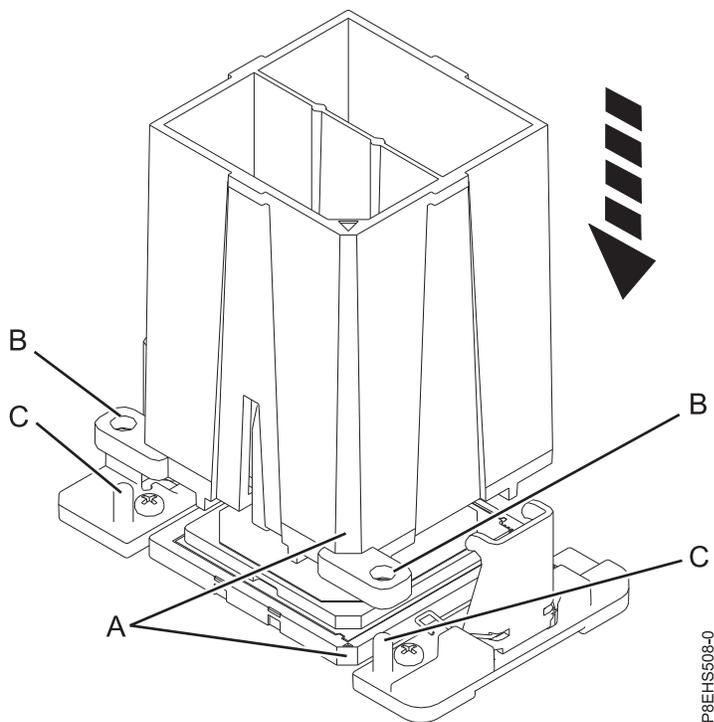

図 72. 取り外しツールをシステム・プロセッサ・モジュールの上を下ろす
- a. 提供されている取り外しツール (部品番号 01AF101) を使用して、ツールの斜めになっている隅 **(A)** を、システム・プロセッサ・モジュールの斜めになっている隅と位置合わせします (77 ページの図 72 を参照)。